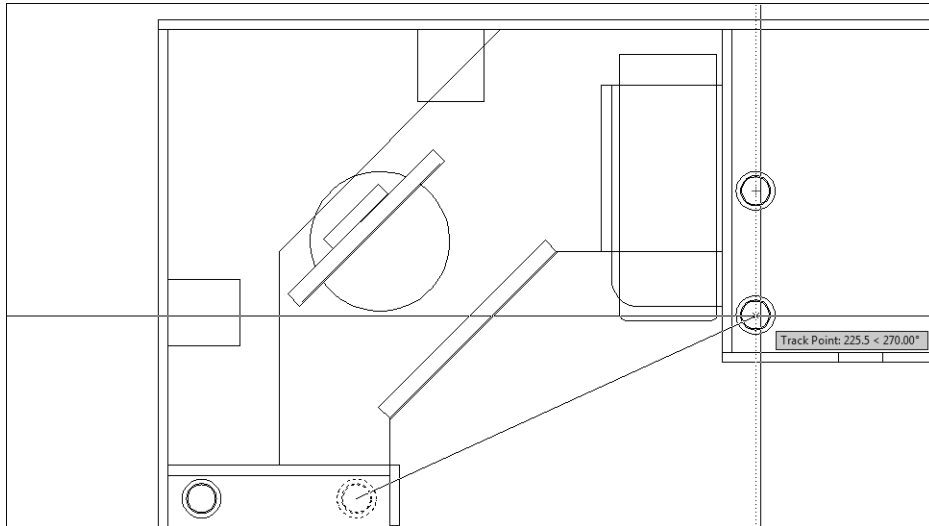

Рис. 5.35. Задание направления смещения от базовой точки для создания второй копии объекта
- Используя режим отслеживания объектной привязки, переместите указатель-перекрестие вниз от базовой точки для задания направления копирования, как показано на рис. 5.35, а затем введите в командном окне значение **231**, чтобы вставить копию на 231 мм ниже базовой точки (см. рис. 5.27).